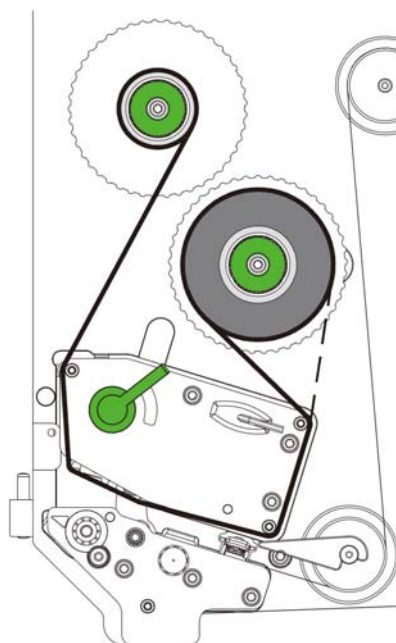

图 15 碳带安装路径
6. 依照图15的路径将碳带置入打印模块并绕到碳带回收轴上；